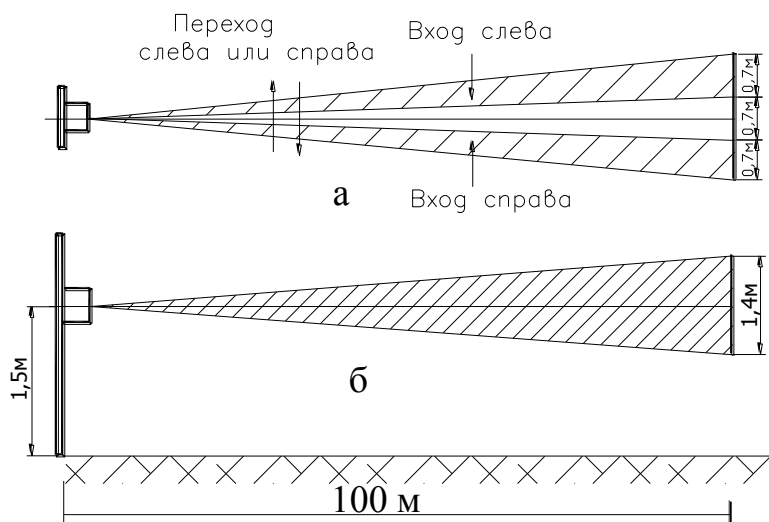

Рис. 1.1. Диаграмма направленности зоны обнаружения
- формируют извещение **ТРЕВОГА** при пересечении нарушителем зоны обнаружения на всей её дальности в соответствии с рис.1.1;
1.2.3 Размер зоны обнаружения в соответствии с рис.1.1 (длина x ширина x высота) - (100x2,1x1,4)м.